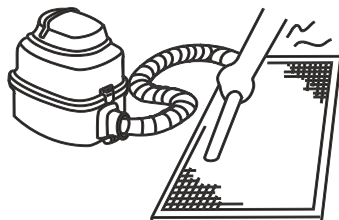

Рисунок 13.1
- а. Во время чистки пылесосом приточная сторона фильтра должна быть направлена вверх (см. рисунок 13.1).